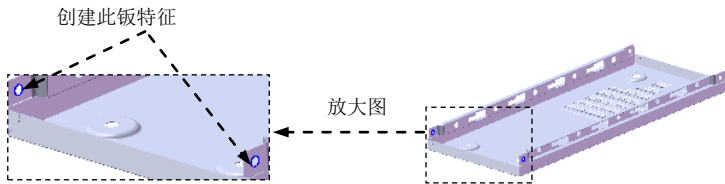

图 17.9.83 创建孔 3
Step38. 创建图 17.9.83 所示的孔 3，详细操作过程参见上步。